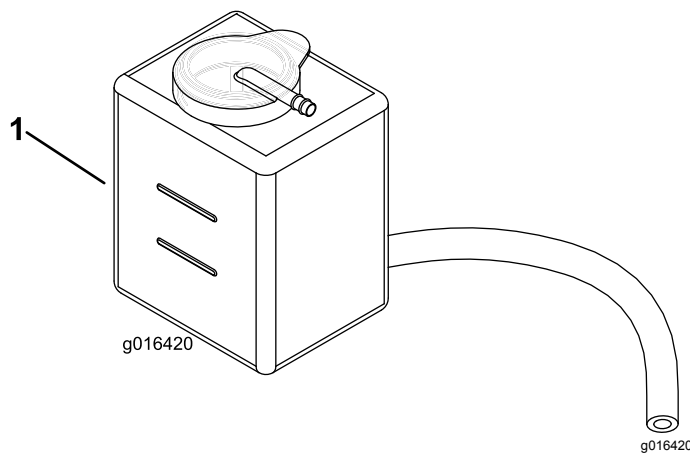

Рисунок 43
2. Проверьте уровень охлаждающей жидкости (Рисунок 43).